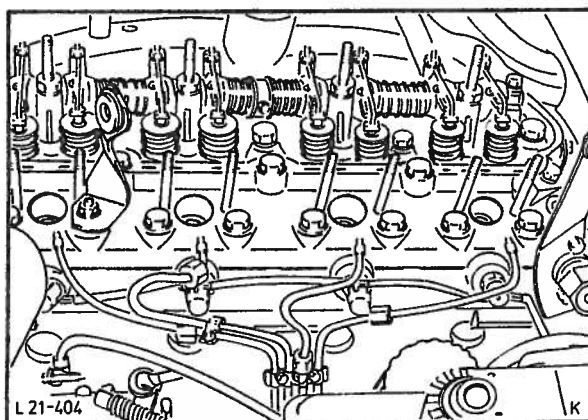

Fig. 108 Demontering av innsprøytningsdyser.
8. Demonter innsprøytningsdysene (2 bolter på hver), fig. 108 samt glødepluggene.